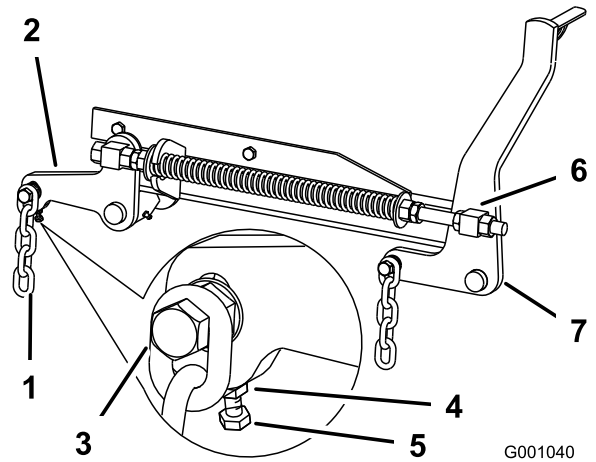

Figure 80
7. Si la distance mesurée au point **B** ou **C** n'est pas correcte, desserrez le boulon de fixation de la chaîne arrière au bras de support arrière (Figure 80).
8. Desserrez l'écrou de blocage sous le bras de support arrière et agissez sur le boulon de réglage de manière à obtenir une distance de 80 à 83 mm (3-1/8 à 3-1/4") (Figure 80).
7. Desserrez d'environ 13 mm (1/2") les écrous de blocage à l'avant des pivots avant gauche et droit (Figure 80).
8. Réglez les écrous de relevage sur les côtés gauche et droit de la machine de manière à abaisser l'avant de 6 à 10 mm (1/4 à 3/8") au point **A** par rapport au point **B** à l'arrière (Figure 80).